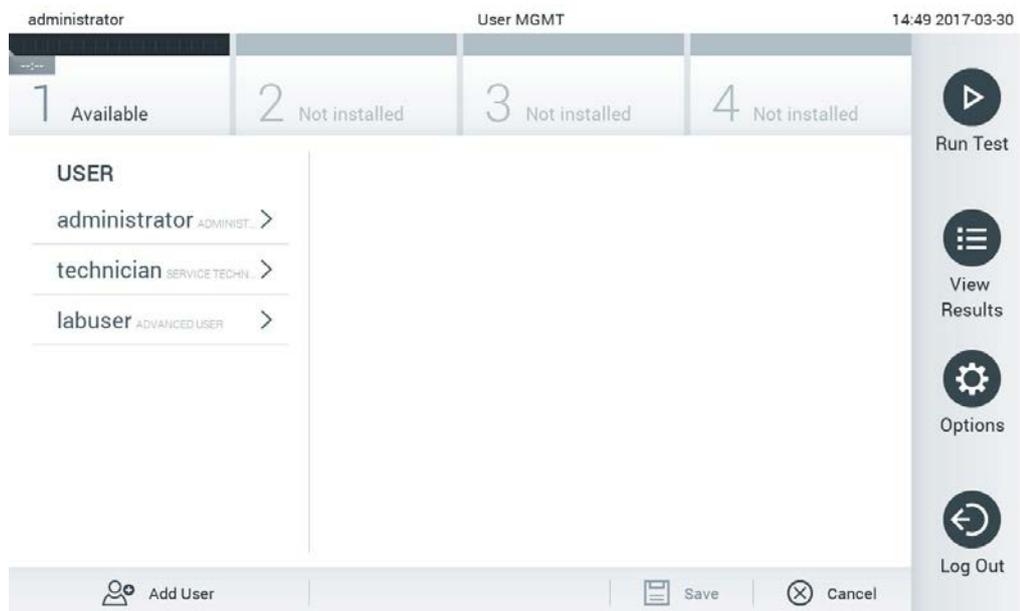

Figura 58. Schermata User Management (Gestione utenti).
1. Premere il pulsante Options (Opzioni) quindi User Management (Gestione utenti) per configurare gli utenti. Nell'area dei contenuti del display, viene visualizzata la schermata User Management (Gestione utenti) (Figura 58).